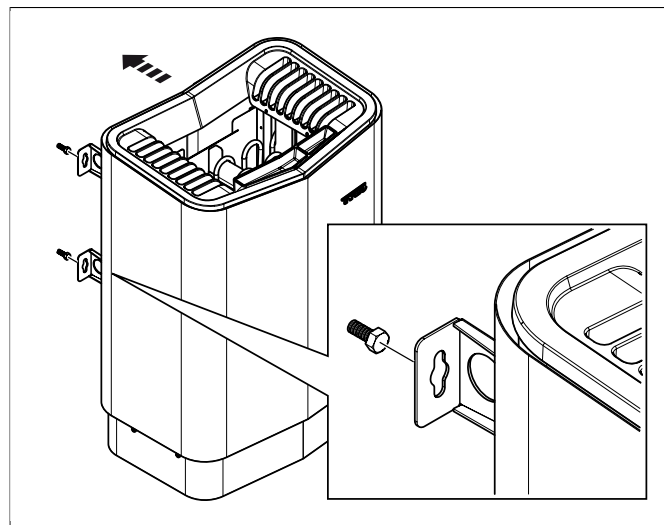

Рисунок 12: Подвесьте устройство.
11. Закрепите устройство за винты см. **Рисунок 12**, страница 5.